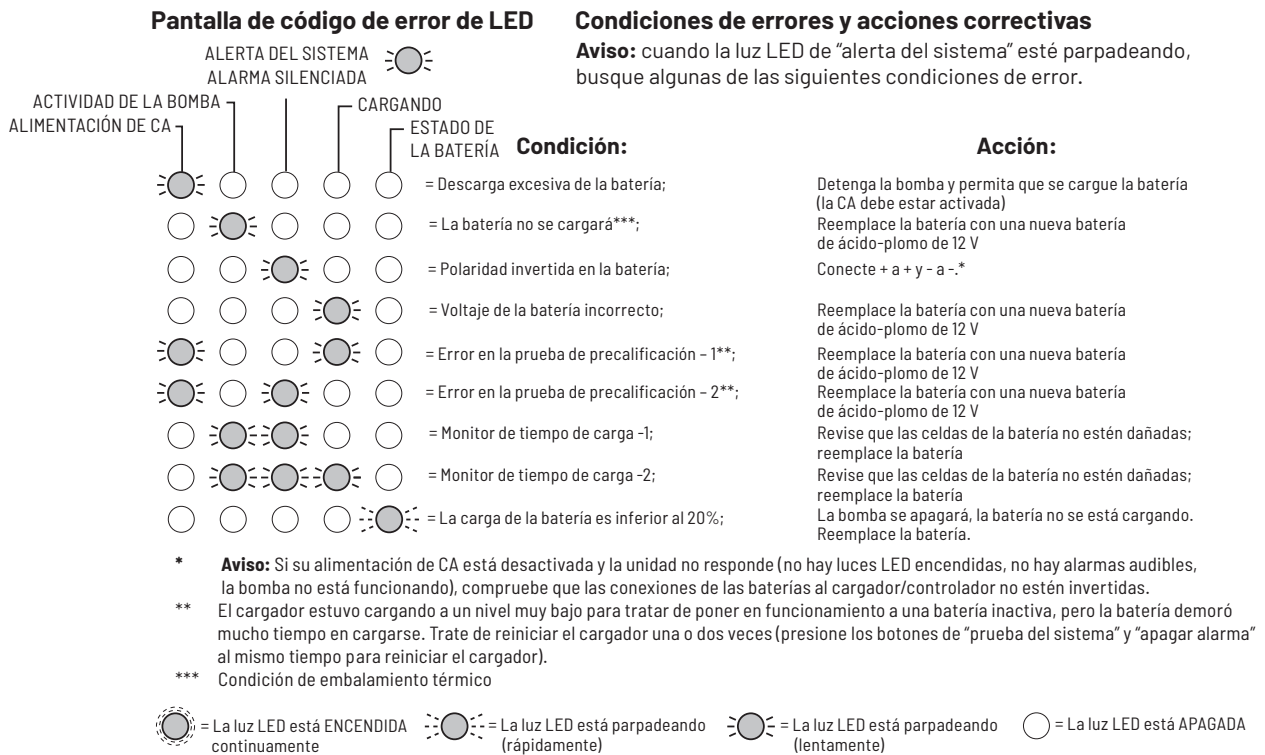

FIGURA 7: PANTALLAS DE CÓDIGO DE ERROR (LUCES LED PARPADEANTES)
- ◆ Cuando la luz de alerta del sistema ESTÉ parpadeando, consulte la Figura 7.